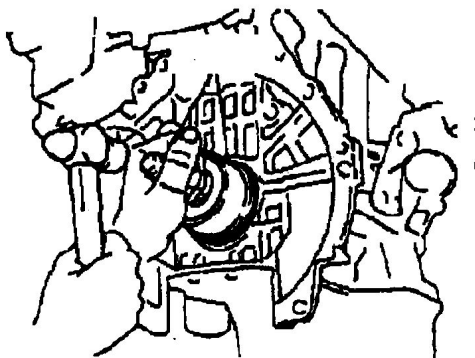

图 1-16 安装后油封
② 使用专用工具及锤子, 轻轻地将新油封敲入, 直到其表面与安装孔端面边缘齐平为止, 如图 1-16 所示。